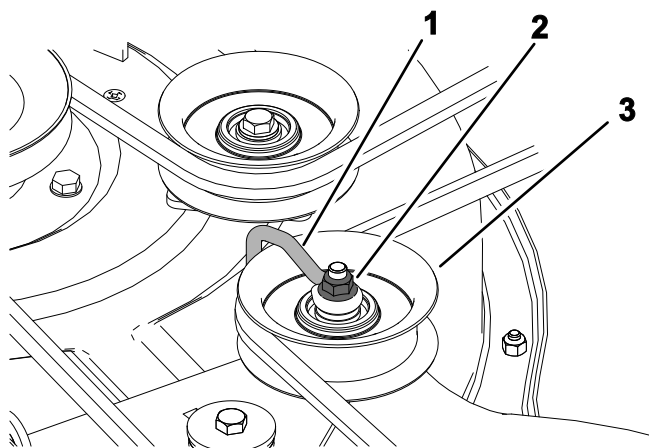

Figure 56
6. Sur les plateaux à 3 lames, desserrez les écrous qui fixent le fil métallique à la poulie de tension (Figure 56).
Remarque: Placez le fil métallique contre le bras de la poulie de tension, comme montré à la Figure 56.